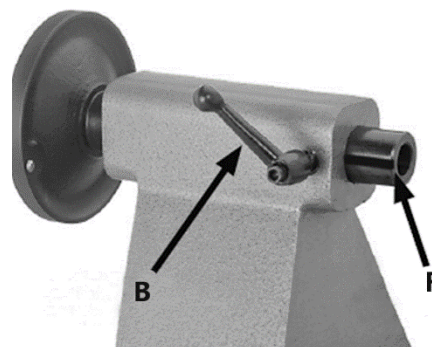

Рисунок 10.
**Во время операции точения, пиноль задней бабки должна быть зафиксирована. Перед тем как затянуть рукоятку фиксации B положения пиноли, необходимо выровнять ее положение относительно паза F (рис. 10).**